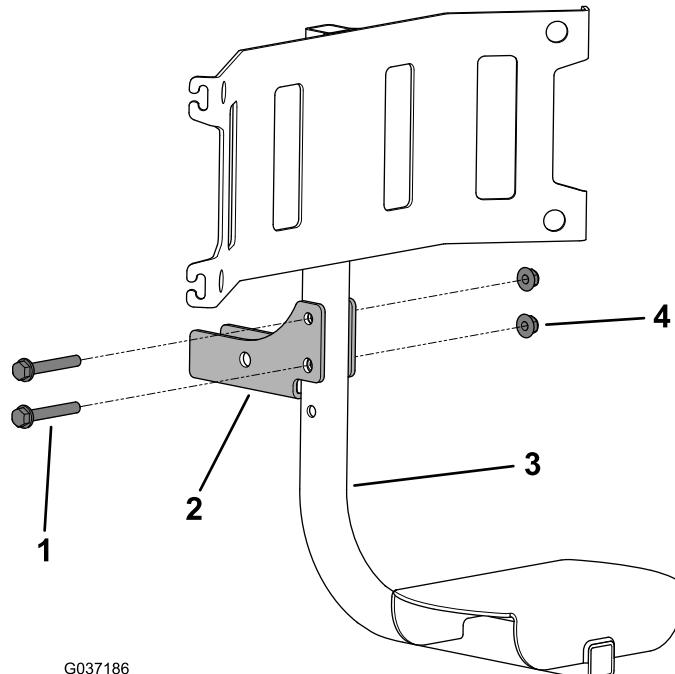

Рисунок 4
4. Установите монтажный кронштейн оси поворота на крепление бака для мусора на нужной высоте, используя два винта с шестигранными фланцевыми головками (3/8 x 2-1/2 дюйма) и две фланцевые гайки (3/8 дюйма), как показано на Рисунок 4.